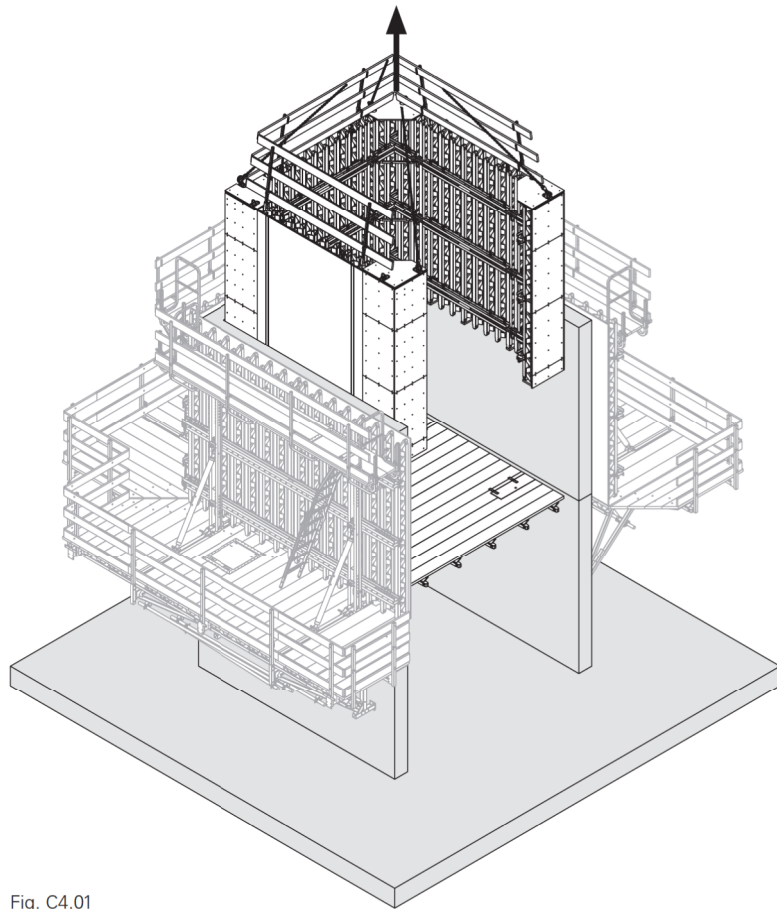

Fig. C4.01
2. Rimuovere la cassaforma interna. (Fig. C4.01)